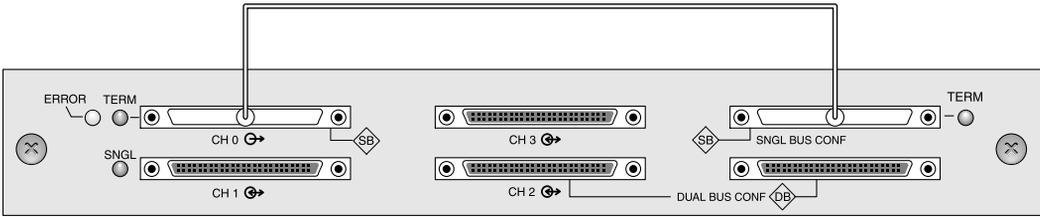

図 4-14 シングル バス接続：すべてのドライブが 1 つのチャネル（CH 0）に割り当てられます。
1. シングルバス構成で RAID アレイを構成するには、図 4-14 に示すように "CH 0" および "SNGL BUS CONF" というラベルの付いた SCSI ポート間を SCSI ジャンパケーブルで接続します。ケーブル ジャックのねじを 6 回時計回りに回して締め、正しく接続されて動作するようにします。